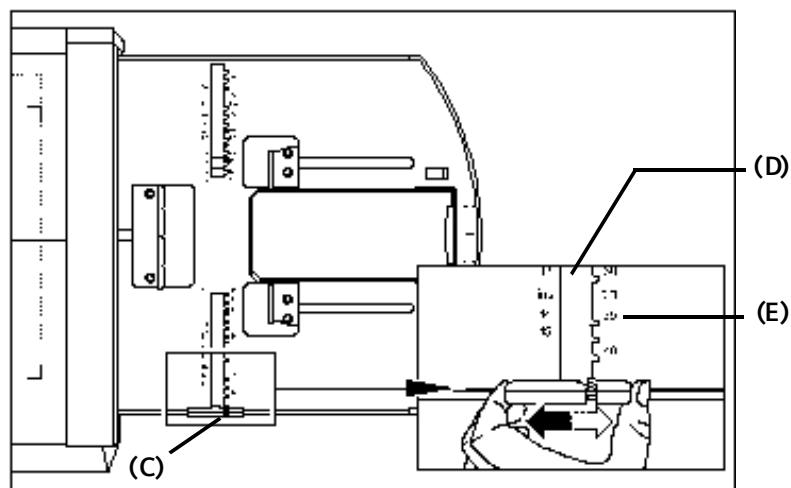

Fig. 4
- ◆ Antes de insertar un chasis, ajuste el tamaño de chasis correcto con el tope ajustable del chasis (C).
- ◆ Comprima el tope de chasis (C) y desplácelo por la guía de deslizamiento (D) hasta alcanzar el tamaño correcto, como muestra la Fig. 4.